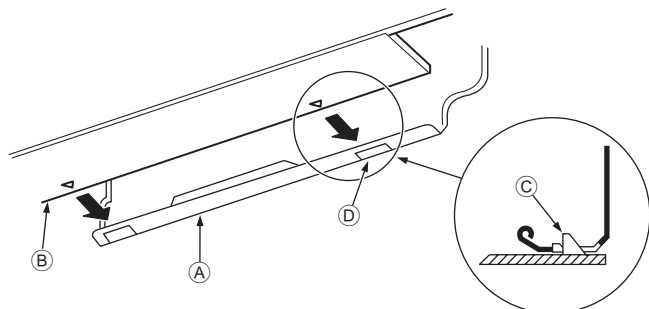

Fig. 3-10
- Lors de l'insertion du tuyau de réfrigérant et le tuyau d'écoulement dans l'orifice mural d'insertion (manchette de pénétration), accrocher la partie supérieure de l'appareil intérieur sur la planche d'installation ①.
- Fixer en poussant la partie inférieure de l'appareil intérieur sur la planche d'installation ①. (Fig. 3-10)
- * Vérifier que les boutons en bas de l'appareil intérieur sont correctement maintenus sur la planche d'installation ①.
- ① Planche d'installation
② Appareil intérieur
③ Crochet
④ Orifice carré